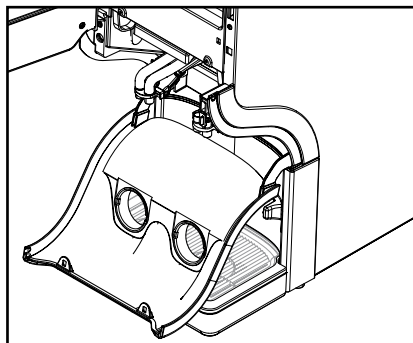

Fig. 26
- b. Træk udløbsafdækningen ned (fig. 26).